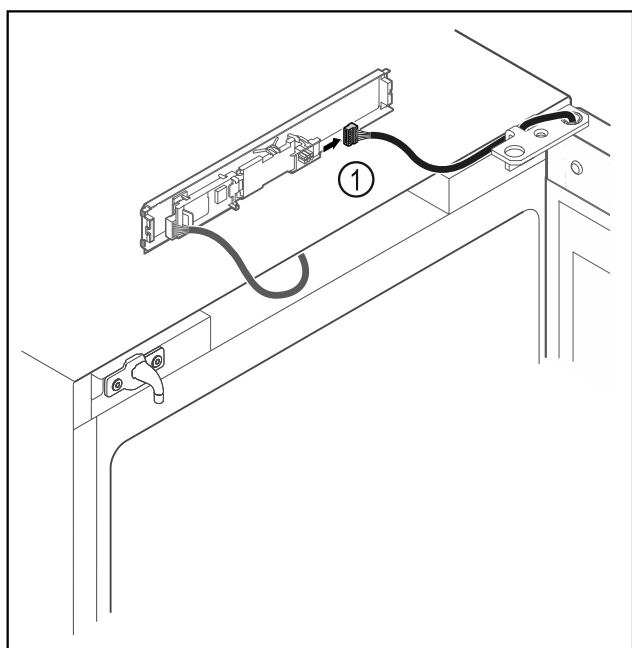

Fig. 4
- Stekker Fig. 4 (1) van printplaat loskoppelen.